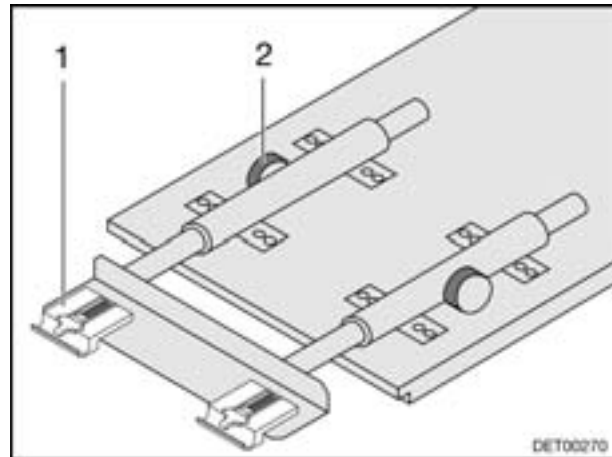

Bild 57 Hängetisch vergrößern
- Rändelschrauben (Bild 57,2) lösen.
- Tischverlängerung (Bild 57,1) ausziehen.
- Tischverlängerung (Bild 57,1) einschieben und mit den Rändelschrauben arretieren.